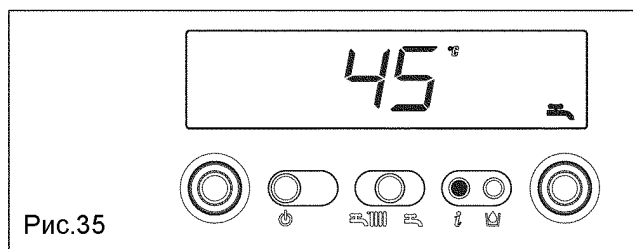

Рис.35
**Info 4 для GREEN C.S.I.:** отображается заданная температура горячей воды (рис. 35).
**для GREEN R.S.I.:** отображается заданная температура горячей воды (только бойлер с датчиком, рис. 35).